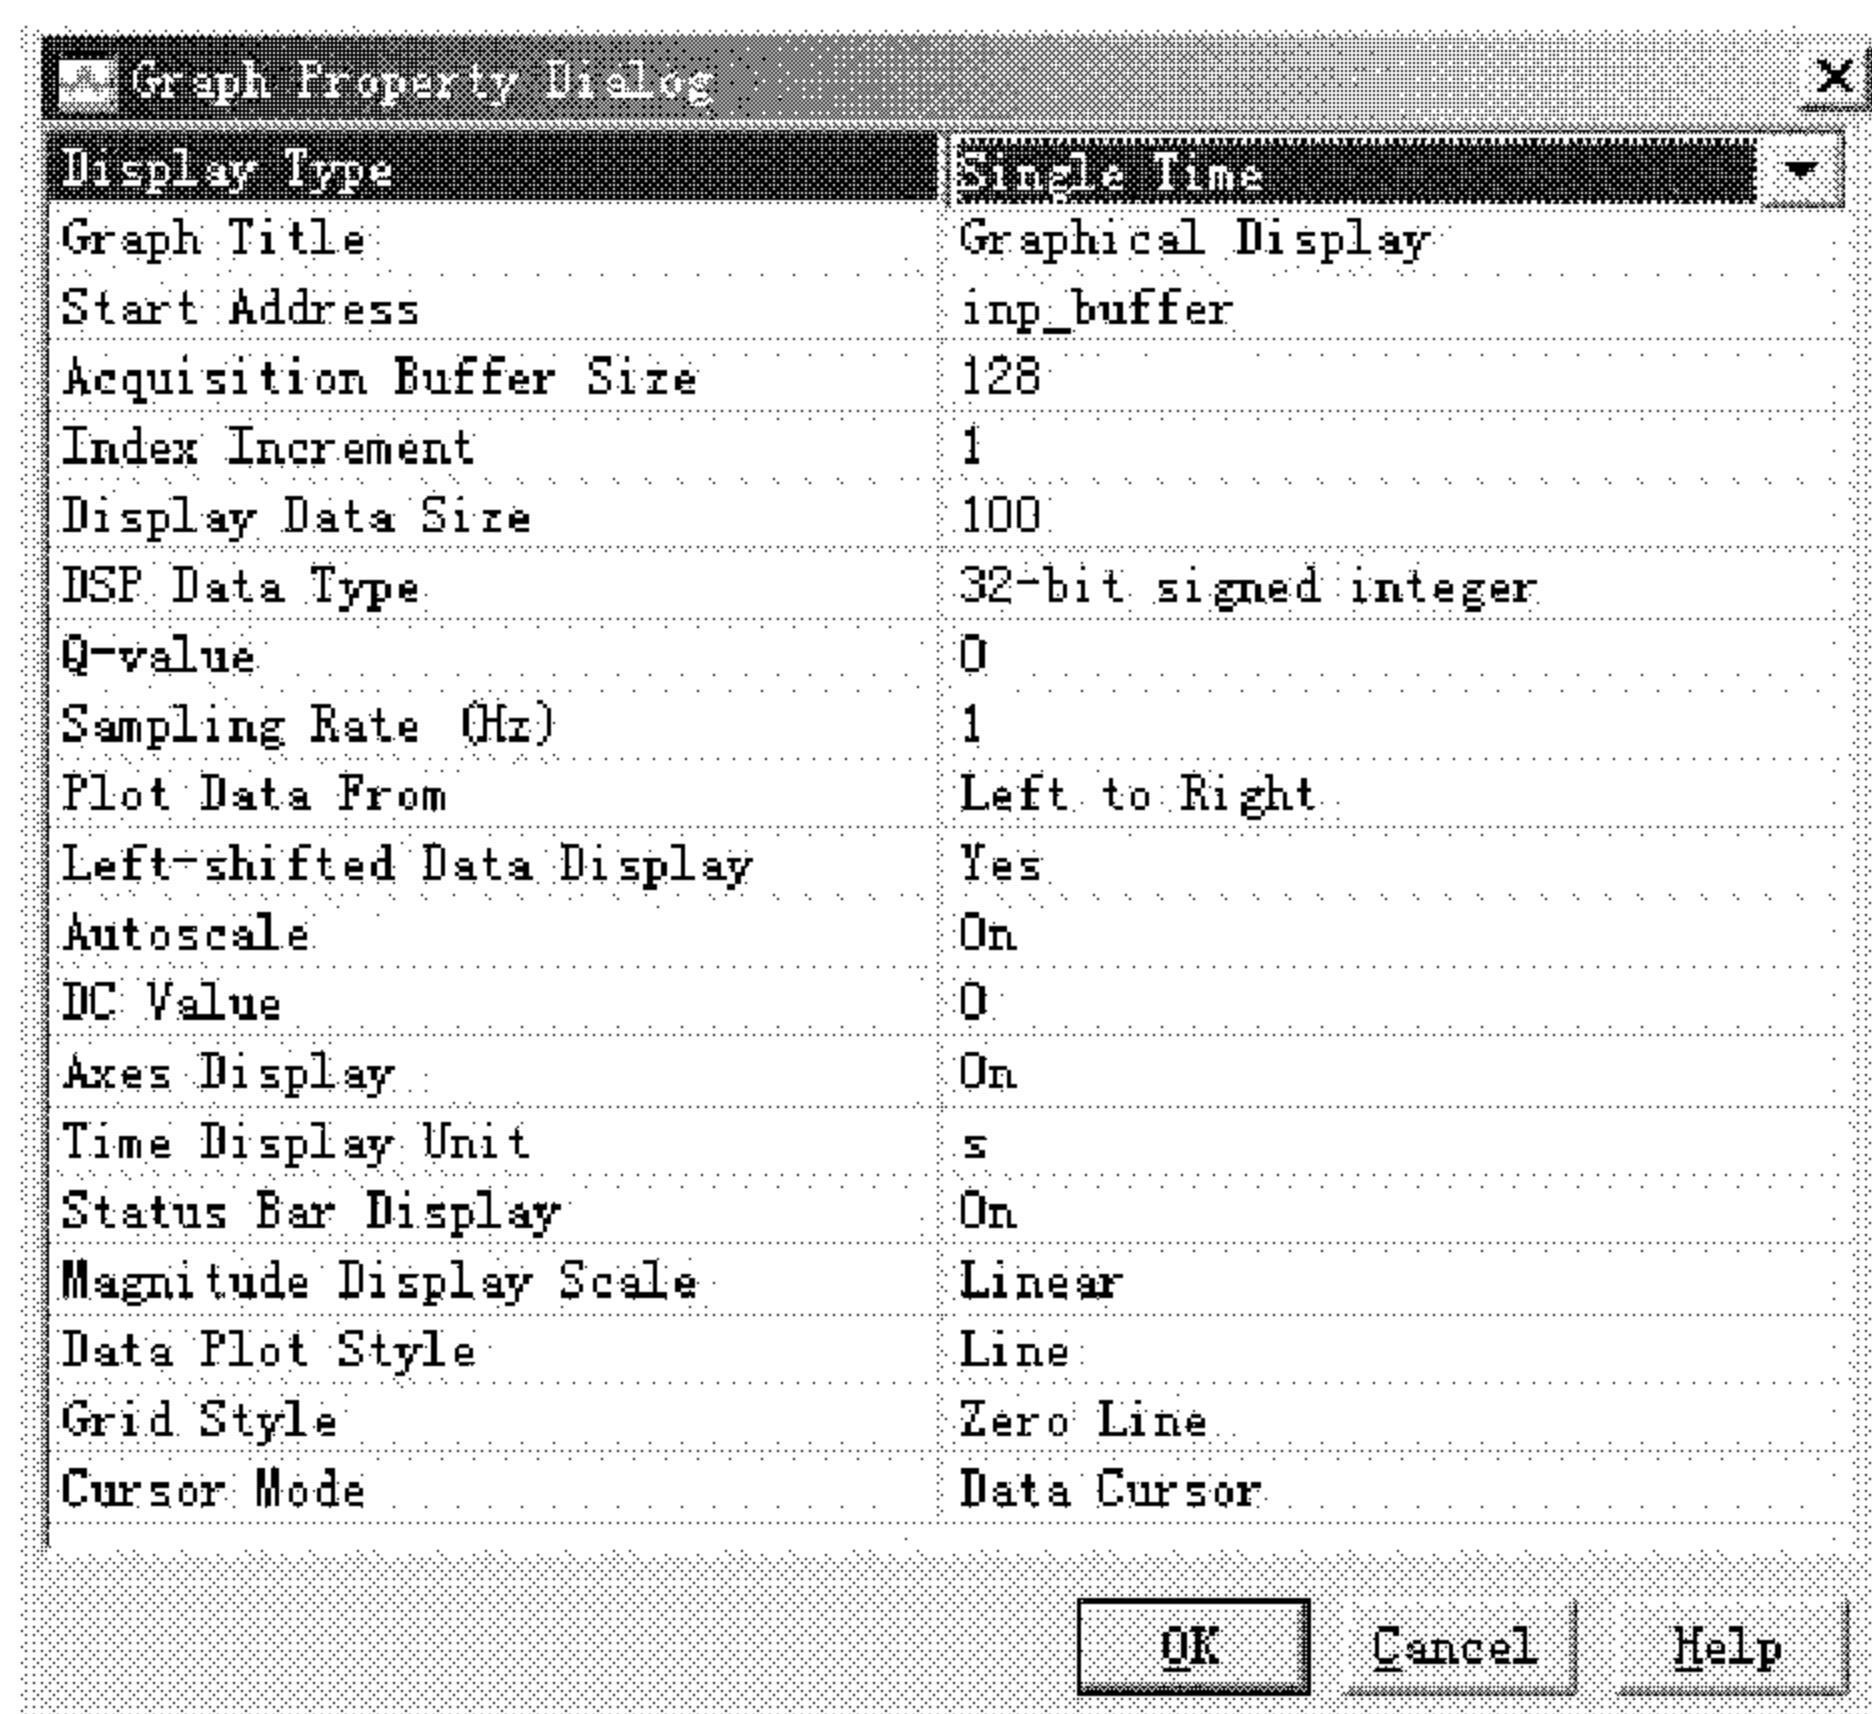

图 3.19 图形属性设置窗口
(1) 选择 **View** → **Graph** → **Time/Frequency**,打开图形属性设置窗口(Graph Property Dialog),如图 3.19 所示。